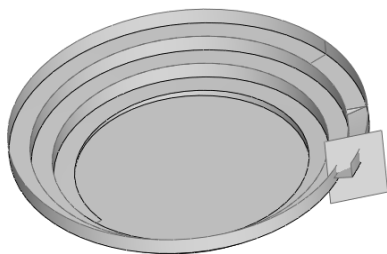

图 4-104 拉伸曲面效果
STEP 4 在“振动盘”基础盘体的底面平面上创建一直线，并使用此直线拉伸出一平面，如图 4-104 所示。